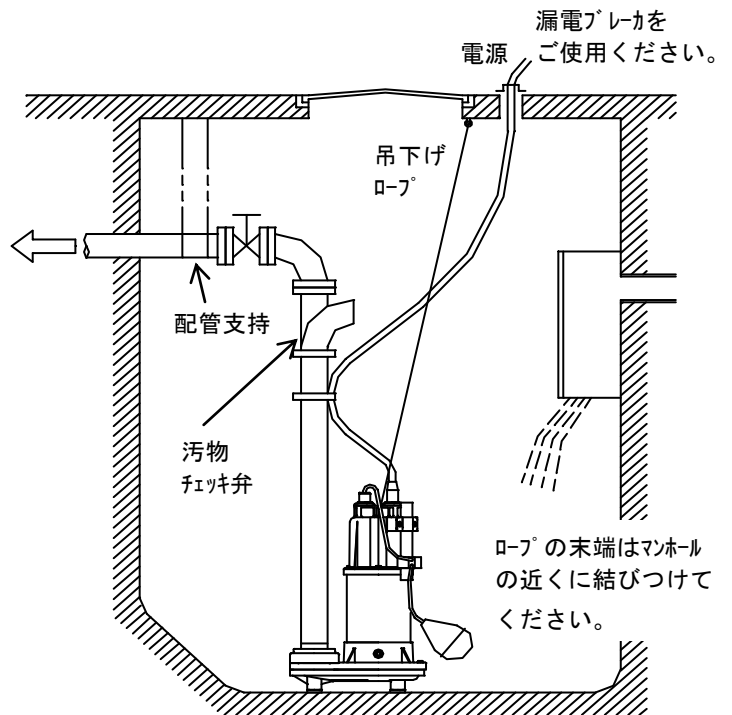

図 2
- (4) 槽内の流れがある場合には適当な配管支持を行ってください。（以上図 2 参照）
- (5) 配管は途中空気だまりのできないようにしてください。
- (6) 配管末端は水中に入れしないでください。ポンプを停止した時逆流します。
- (7) 配管にはポンプ 1 台毎に汚物チェック弁を取り付けてください。